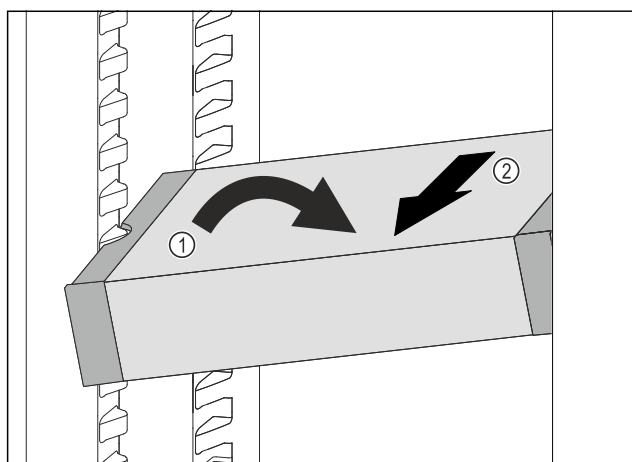

Fig. 105
- Impostare il vano frigorifero di VarioSafe ad angolo. Fig. 105 (1)
- Rimuovere VarioSafe tirando in avanti. Fig. 105 (2)